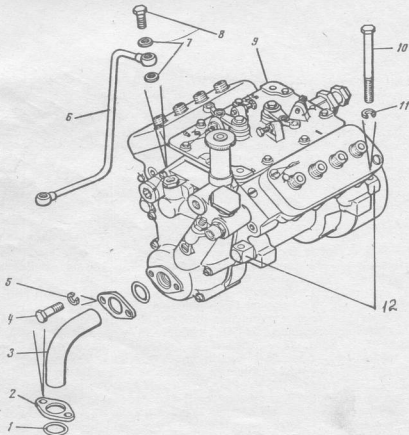
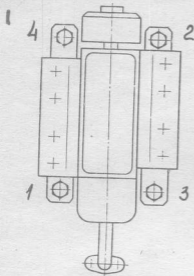

Рис. 8. Установка топливного насоса высокого давления (ТНВД):
Рис. 9. Порядок затяжки болтов крепления ТНВД
19. Установить болты 10 (Рис. 8) с пружинными шайбами II крепления ТНВД в пробки 12 корпуса и затянуть их. Порядок затяжки болтов см. (Рис. 9). Затяжку производить в два приема — предварительно и окончательно. Окончательная величина момента затяжки болтов крепления 14-18 Н. м (1,4-1,8 кгс. м). (Головка сменная 13 мм, ключ с присоединительным квадратом, рукоятка динамометрическая мод. 131 М, удлинитель L=250 мм).
27. Присоединить фланец 2 (Рис. 8) с уплотнительным кольцом 1 трубки 3 отвода масла к блоку цилиндров, завернуть болты 4 крепления с пружинными и плоскими шайбами. (Головка сменная 13 мм, ключ с присоединительным квадратом).